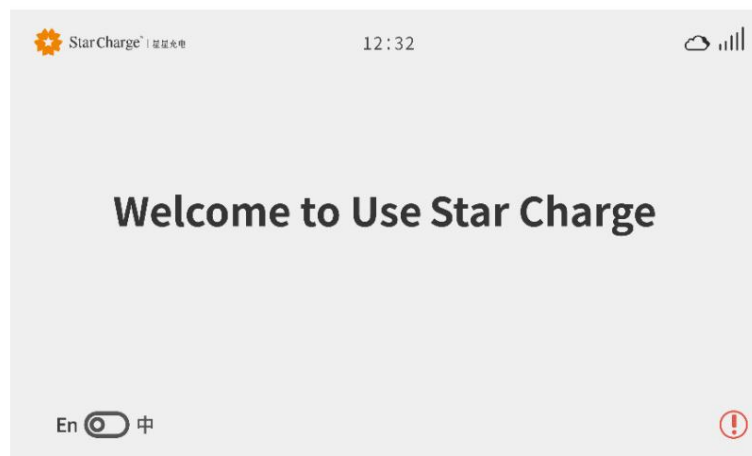

Abbildung 3-17 Anormale Ladeschnittstelle
**Schritt 8** Wenn die LED-Statusanzeige des Ladegeräts rot leuchtet, bedeutet dies, dass das Gerät aufgeladen ist. Es liegt eine Fehlfunktion vor und in der oberen rechten Ecke des Ladekabels erscheint ein Ausrufezeichen Schnittstelle, wie in Abbildung 3-17 dargestellt.